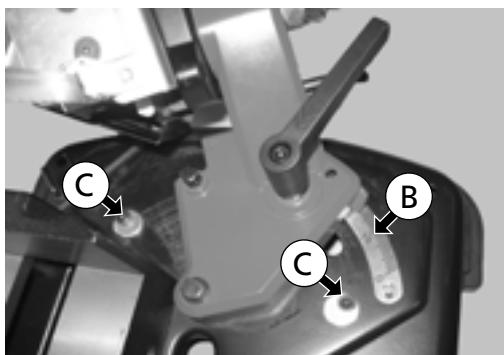

Abb. 20
Den Bandsägebügel auf der Winkelskala (B) wie gewünscht einstellen (Abb. 20). Die einstellbaren Anschläge (C) für 90° und 45° erlauben eine schnelle Konfiguration (Abb. 20).